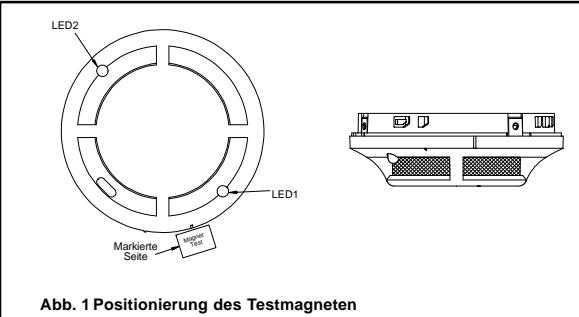

Abb. 1 Positionierung des Testmagneten
- Testen Sie die blinkenden Melder indem der Magnet ca. 2cm von LED 1 im Uhrzeigersinn entfernt, direkt an den Melder gehalten wird (s. Abb.1).